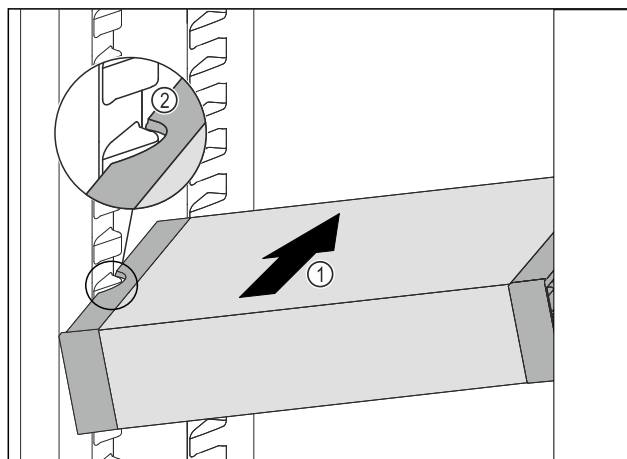

Fig. 135
- Inserire VarioSafe ad angolo nel vano frigorifero Fig. 135 (1), fino a quando le cavità laterali Fig. 135 (2) di VarioSafe non si trovano al livello della nervatura del contenitore nel vano frigorifero.